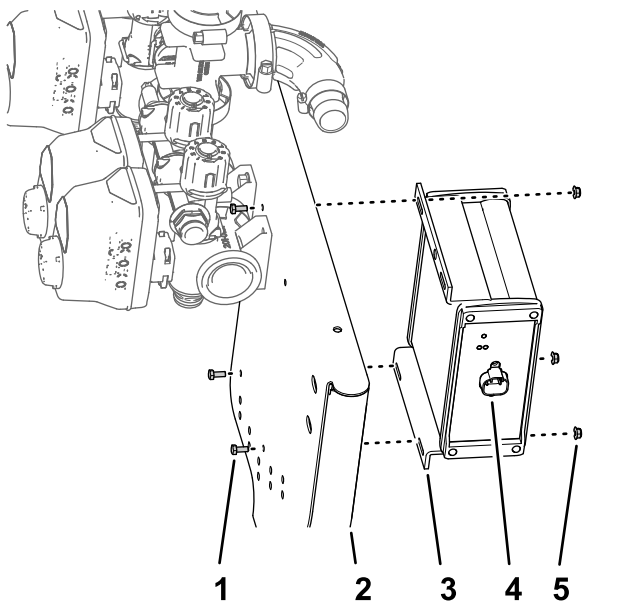

Bild 97
1. Fluchten Sie das ASC 10-Sprühsteuergerät mit der Vorderseite der Ventilbefestigung aus; der 4-Stift-Stecker sollte außen sein (Bild 97).
2. Befestigen Sie das Sprühsteuergerät mit den vier Schrauben (3 mm x 10 mm) und vier Sicherungsbundmutter (3 mm) an der Ventilbefestigung (**Bild 97**).